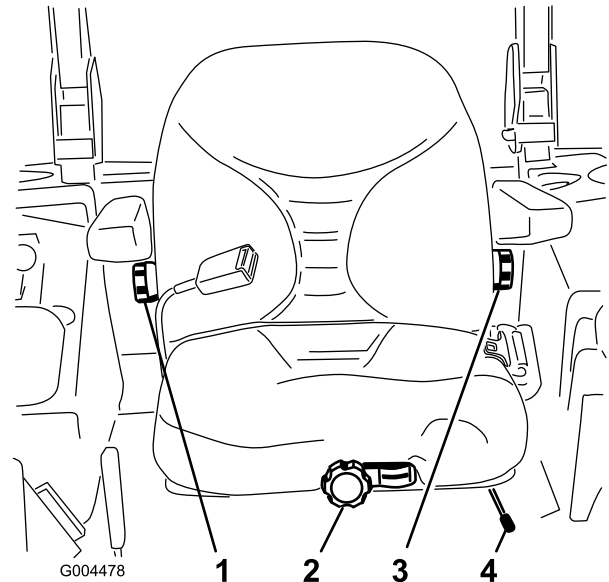

Bild 23
1. Wenn Sie den Sitz verstellen möchten, bewegen Sie den Hebel zum Entriegeln des Sitzes zur Seite (Bild 23).
Setzen Sie sich nicht auf den Sitz und drehen Sie das Handrad zum Verstellen an der Vorderseite solange, bis der gewünschte Komfort erreicht ist (Bild 23).
Drehen Sie zum Verstellen das Handrad unter der rechten Armlehne solange in eine Richtung, bis der gewünschte Komfort erreicht ist (Bild 23).
Drehen Sie zum Verstellen das Handrad unter der linken Armlehne solange in eine Richtung, bis der gewünschte Komfort erreicht ist (Bild 23).